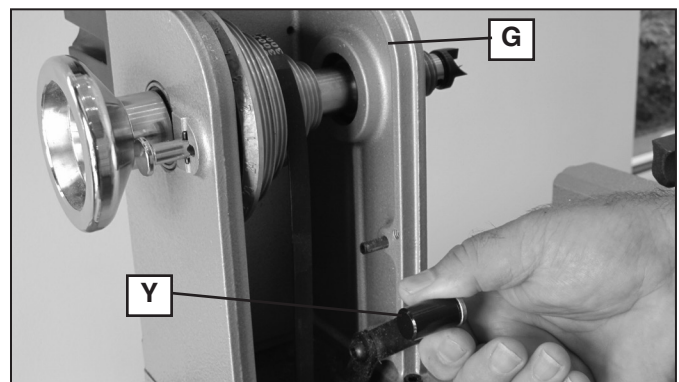

Fig. 30
2. Baje la palanca tensora de la correa (Y) Fig. 30 para liberar la tensión de la correa.
3. Quite el centro de dientes rectos (G) Fig. 30, si está colocado.
16. Levante la palanca tensora de la correa (Y) Fig. 30 y encájela en su lugar.